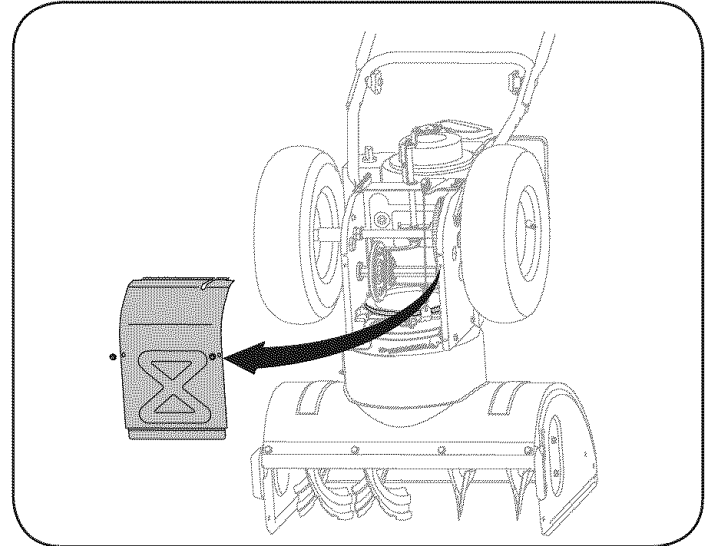

Figura 22
5. Saque la cubierta del marco desde debajo de la máquina quitanieve retirando los cuatro tornillos autorroscantes que la aseguran. Vea la figura 22.